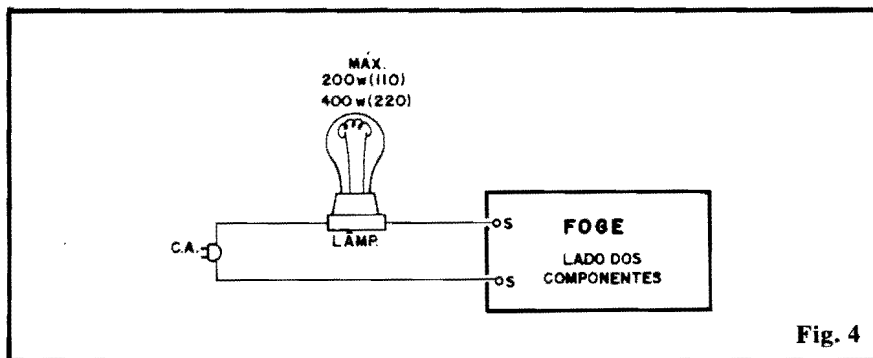

Fig. 4
- **FIG. 4** - As ligações externas à placa são poucas e simples, porém **muito** importantes, já que da sua perfeita realização depende o funcionamento final da montagem. A fig. 4 mostra a placa ainda pelo lado dos componentes, porém com as ligações à lâmpada controlada e à C.A. claramente indicadas, a partir das ilhas periféricas "S"- "S". **ATENÇÃO:** sob "nenhumíssima" hipótese os pontos "S-S" podem ser ligados diretamente à C.A.! É sempre **obrigatório** que a lâmpada controlada esteja inserida **entre** o FOGE e a tomada, conforme claramente mostrada na figura!